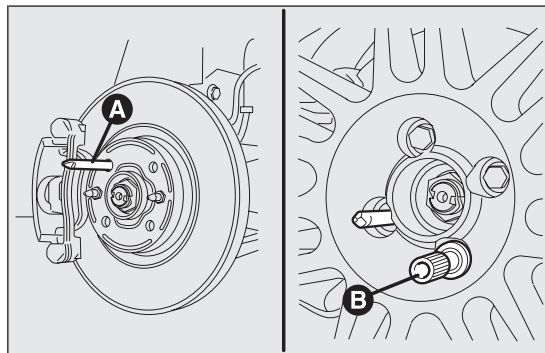

fig. I48
- ☐ avvitare il perno di centraggio A fig. I48 in uno dei fori dei bulloni di fissaggio presenti sul mozzo ruota;